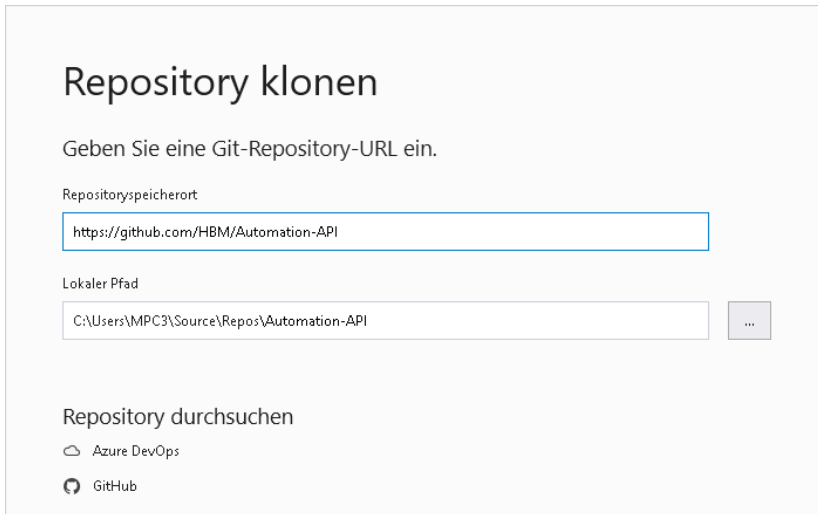

Abb. 4.2 Repository für die Beispielprogramme angeben
- ▶ Geben Sie **<https://github.com/HBM/Automation-API>** als Repositoryspeicherort ein, siehe Abb. 4.2.
- ▶ Legen Sie auch den lokalen Pfad fest, in dem das Projekt gespeichert werden soll (Unterverzeichnis „Source\Repos\Automation-API“ in Abb. 4.2).